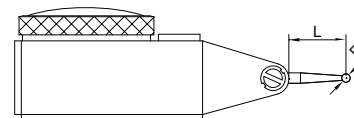

fig.6
3. Chaque type de comparateur a une longueur spécifique des stylets (L, fig.6). Si la longueur n'est pas correcte, il en résultera une erreur de mesure. Veuillez vous référer au tableau pour choisir les stylets de la série 6284. au tableau pour choisir le stylet correct de la série 6284.